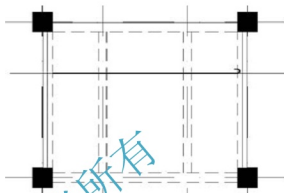

图 5.54 绘制受力钢筋 1
⑧ 在**指定包含角**: 提示下输入“180”并按 Enter 键, 指定圆弧的旋转角度为逆时针 180°。
⑨ 在**指定圆弧的端点或 [圆心(CE)/半径(R)]**: 提示下, 打开【正交】功能, 将光标垂直向上拖动, 然后输入“100”。
⑩ 在**指定圆弧的端点或 [角度(A)/圆心(CE)/闭合(CL)/方向(D)/半宽(H)/直线(L)/半径(R)/第二个点(S)/放弃(U)/宽度(W)]**: 提示下, 输入“L”并按 Enter 键, 表示要绘制直线。
⑪ 在**指定下一个点或 [圆弧(A)/半宽(H)/长度(L)/放弃(U)/宽度(W)]**: 提示下, 向左水平拖动鼠标指针, 然后输入“80”并按 Enter 键, 结果如图 5.54 所示。